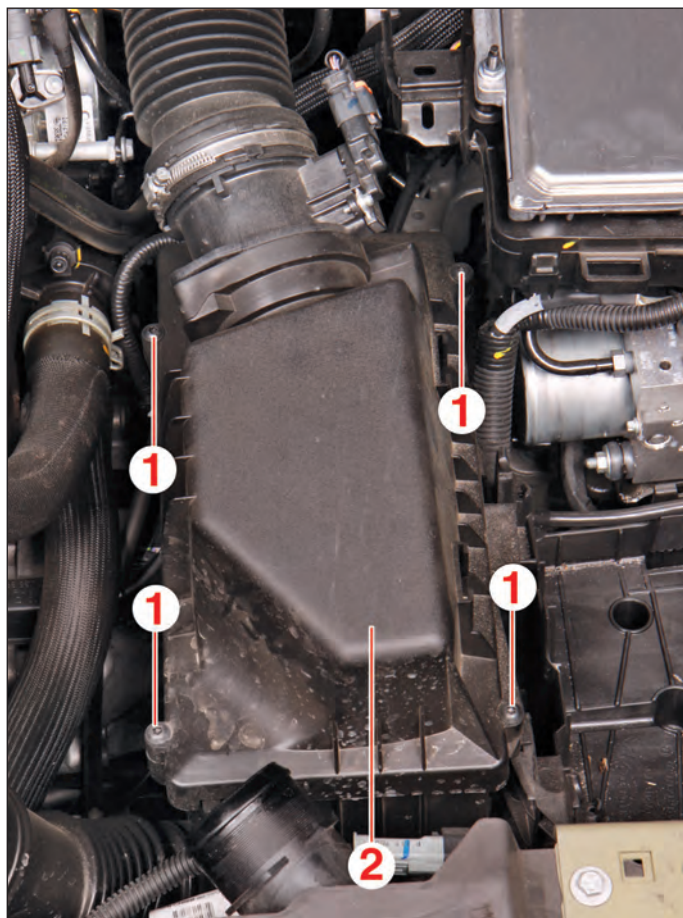

FIG.1
- Dévisser les 4 vis (1) du couvercle (2) de filtre à air (Fig.1).